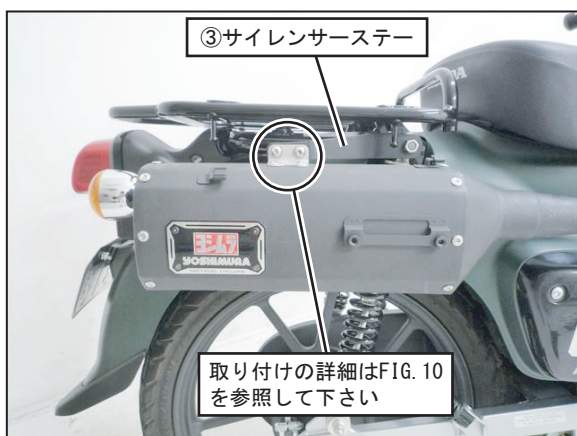

FIG. 9
8. ③サイレンサーステー後側の穴位置を②サイレンサーのブラケットの穴に合わせ、⑥ボタンボルトM6×20、⑦SUSワッシャM6、⑧フランジナットM6を使用して仮締めして下さい。(FIG. 9, 10参照)